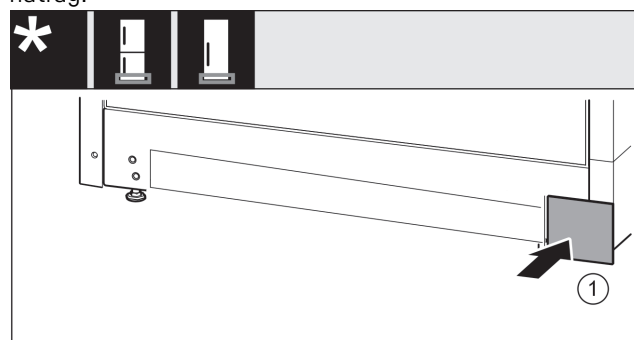

Fig. 19
- Ponovno natakните poklopac Fig. 19 (1) na drugu stranu.